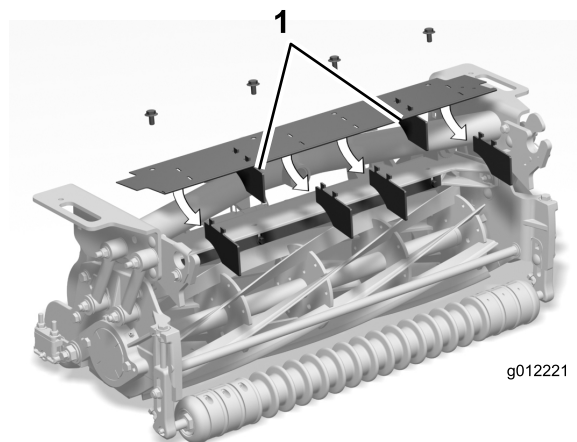

Bild 9
1. Entfernen Sie die zwei mittleren Ablenkbleche und das Ablenkblech an jedem Ende des Schutzblechs; lassen Sie nur die zwei in Bild 9 dargestellten montiert.